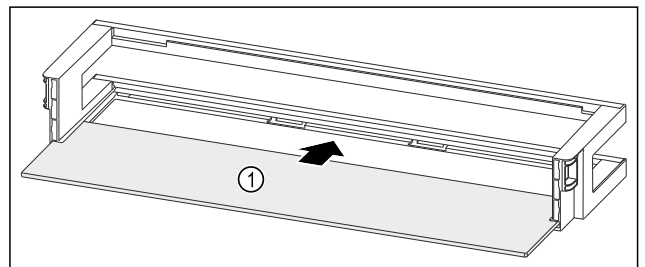

Fig. 250 Лотки на дверцятах з полицею
- ▶ Всуňte полицю Fig. 250 (1) в бокові пази.